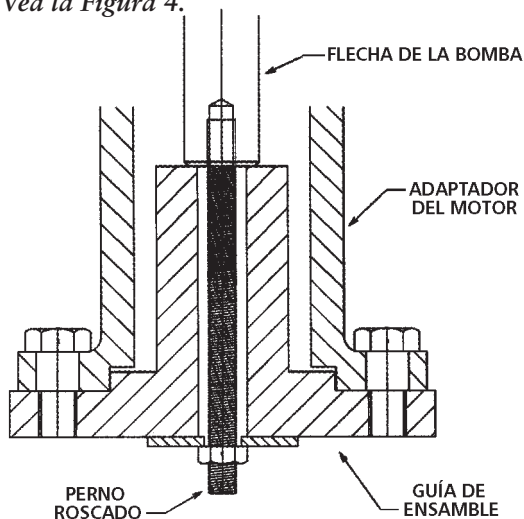

Figura 4 – Guía de ensamble
A. Asegure la guía de ensamble sumergible en el extremo del motor del adaptador del motor. *Vea la Figura 4.* Asegúrese de usar la guía apropiada para el tamaño del motor al cual se va a adaptar el conjunto de tazón.
B. Ponga un poco de grasa en el cojinete del lado de succión del adaptador del motor. Deslice la eje a través del cojinete. Asegúrela en su lugar trabándola a la guía de ensamble con un perno de un largo especial o roscado y con tuerca hexagonal. *Vea la Figura 4.*